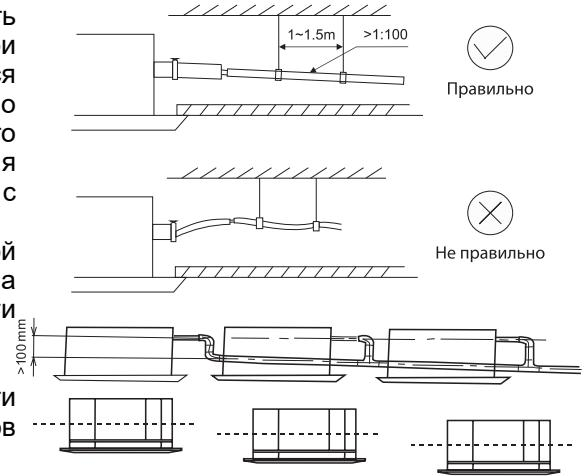

Рисунок 20 - Наклон дренажной трубы
- Дренажный трубопровод должен иметь уклон вниз не менее 1/100 (см. рис. 20).
- При сливе нескольких блоков в общую дренажную линию общий слив должен быть установлен на расстоянии около 100 мм ниже сливного отверстия каждого узла (см. рис. 20).